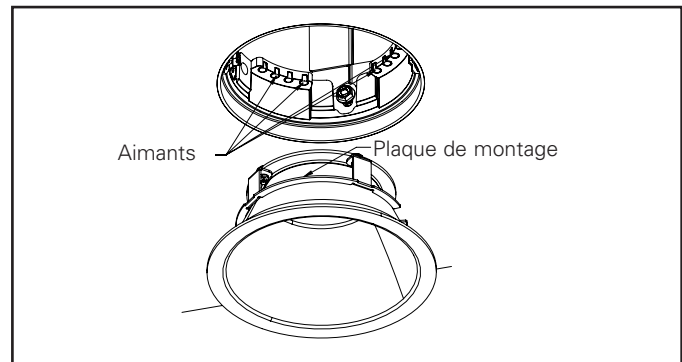

Figure 22.
6. Alignez les plaques de montage avec les aimants et positionnez la garniture contre le plafond (Figure 22).